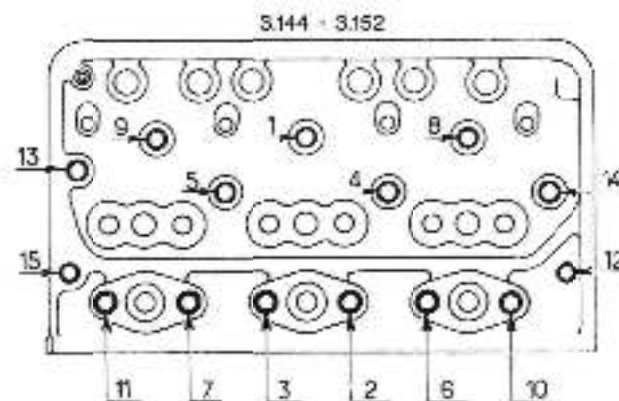

Fig. 8. — Ordre de serrage de la culasse
- 3 — Déposer la rampe des culbuteurs. Serrer la culasse suivant l'ordre de serrage indiqué fig. 8 et 9 au couple de 7,5 à 8,1 m.daN.